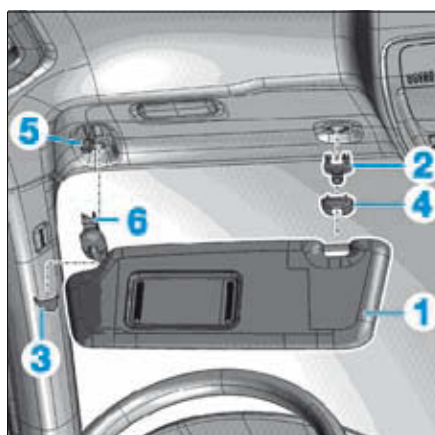
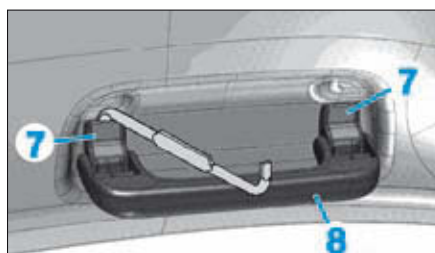

FIG. 39
FIG. 40
- Dégager le pare-soleil (1) du crochet (2) (Fig.39).
- Dégrafer les caches (3) et (4).
- Débrancher le connecteur (5) (selon équipement).
- Retirer le pare-soleil en dégrafant la fixation (6).
- Dégrafer le crochet (2) de la garniture de pavillon.
- Basculer les agrafes de fixation (7) des poignées de maintien (8) (Fig.40).
- Extraire les poignées de maintien (8).